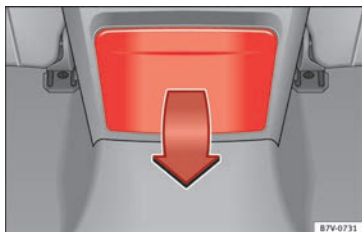

Fig. 190 Parte posterior de la consola central: desplegar los portabebidas.
- Para **abrir**, desplegar hacia abajo el portabebidas, en el sentido que indica la flecha » **fig. 190**.